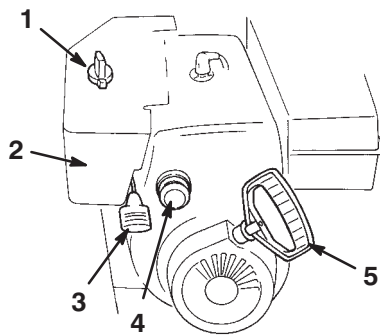

Figure 14
- **Starter** (Fig. 14)—Pour mettre en marche un moteur froid, tournez la commande de starter en position **Max**. A mesure que le moteur se réchauffe, tournez progressivement le starter à la position **Off** (hors service).
- **Clé de contact** (Fig. 14)—Insérez la clé dans le commutateur d'allumage avant de mettre le moteur en marche. Pour couper le moteur, retirez la clé de contact.
- **Commande d'accélérateur** (Fig. 14)—Déplacez la manette vers le haut pour augmenter le régime du moteur, ou vers le bas pour le réduire. Réglez la manette d'accélérateur en position d'**Arrêt** pour arrêter le moteur.
- **Amorceur** (Fig. 14)—Appuyez sur l'amorceur pour envoyer une petite quantité d'essence dans le moteur afin de faciliter le démarrage par temps froid.
- **Lanceur** (Fig. 14)—Le lanceur se trouve à l'arrière du moteur. Tirez sur le lanceur pour mettre le moteur en marche.
2. Retirez la clé de contact du commutateur d'allumage (Fig. 14).
3. Enlevez le bouton de starter (Fig. 14).
2. Réglez la manette d'accélérateur en position **régime maximum** (Fig. 14).
5. Tournez le starter en position **On** (en service) (Fig. 14).
6. Insérez la clé de contact (Fig. 14).
7. Couvrez l'orifice central de l'amorceur (Fig. 14) avec le pouce et appuyez lentement sur l'amorceur à trois reprises, en marquant une pause à chaque fois.
8. Prenez la poignée du lanceur (Fig. 14) et tirez-la lentement jusqu'à ce que vous sentiez une résistance, puis tirez vigoureusement pour lancer le moteur.
10. Dès que le moteur a démarré, tournez le starter (Fig. 14) à la position 3/4. A mesure que le moteur se réchauffe, tournez le starter à la position 1/2. Quand le moteur est suffisamment chaud, tournez le starter à la position **Off** (hors service).